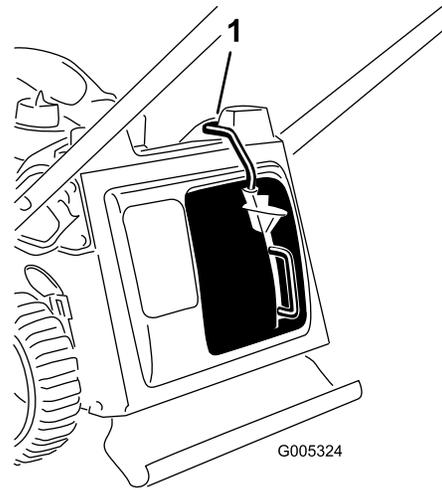

図 25
**重要** マシンには安全スイッチがついており、マルチプラグを正しく取り付けないとエンジンを始動することができません **図 25**。
マルチプラグを **図 25** のように取り付ける。